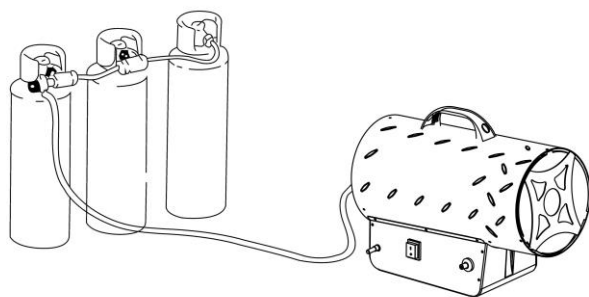

Figure 1
- 1.9. Il est possible que du givre se forme sur la bouteille de gaz si le dispositif de chauffage fonctionne pendant une longue période à sa capacité maximale. Ce phénomène est dû à la condensation de la vapeur d'eau contenue dans l'air. En aucun cas la bouteille doit être réchauffée afin d'empêcher ce phénomène, ou du moins le réduire : installer une bouteille de gaz plus grande ou relier deux bouteilles entre elles (Figure 1).